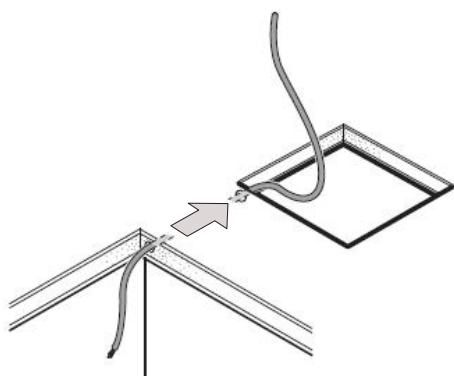

Fig. 07: Câble d'alimentation électrique
- ▶ Amenez un câble d'alimentation électrique 230 V~ jusqu'à la découpe. Faites passer si possible le câble à travers l'isolation du toit comme indiqué Fig. 07.